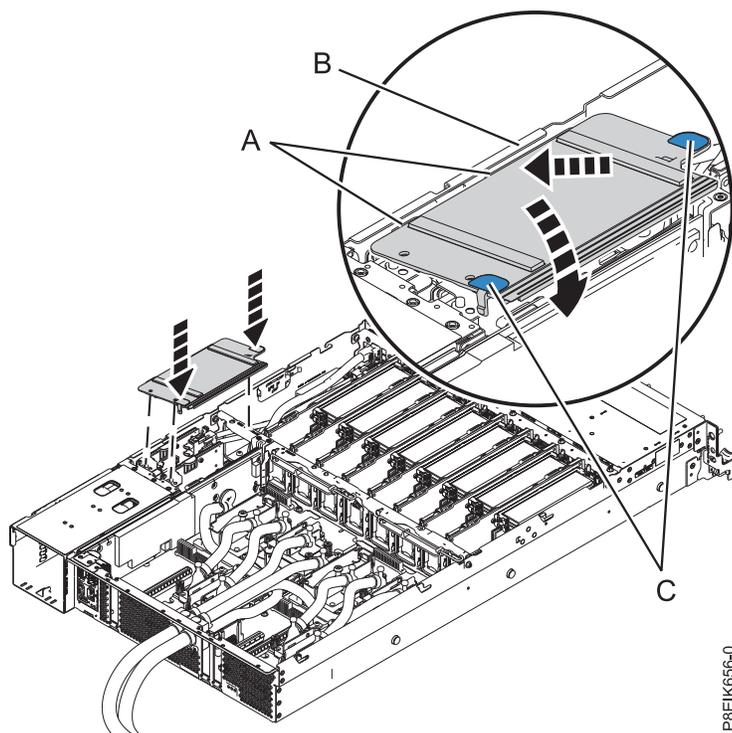

図 141. 電源ライザー・エア・バッフルの取り付け
32. 電源ライザー・エア・バッフルを取り付けます。バッフル内の穴がシステム上のピンの位置と合っていることを確認します。青色のタブ (C) を使用して、バッフルの端 (A) をシステムの側面 (B) に挿入します。次に、バッフルを下に倒して所定の位置に固定します。126 ページの図 141を参照して